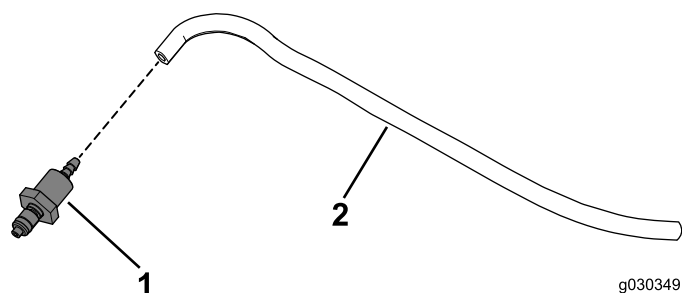

Figura 42
2. Conecte el acoplamiento de la manguera al otro extremo de la manguera del lavaparabrisas (Figura 42).